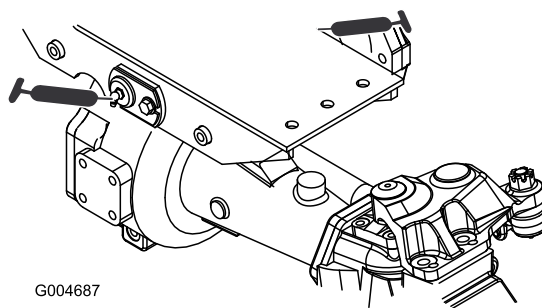

Figura 57
- Casquillos de los pivotes de los ejes delantero y trasero (2) (Figura 57).